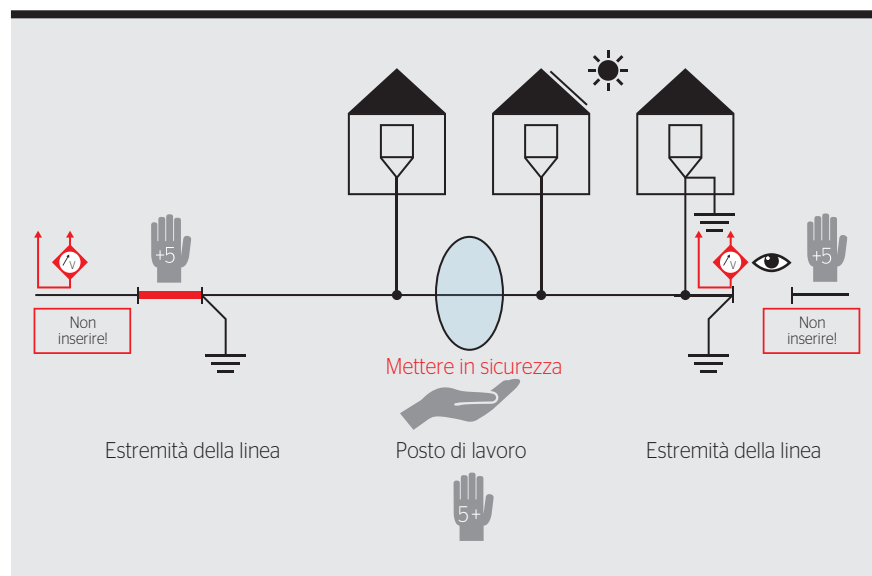

Figura 2 Lavorare a una condotta ad anello con manicotti.
- Qualora si tratti di una condotta ad anello e al cavo siano allacciati ulteriori consumatori, il tratto di linea deve essere disinserito e messo in sicurezza su entrambi i lati conformemente alle 5 regole di sicurezza (figura 2). Inoltre, il lavoro sul posto di lavoro deve essere preparato secondo le 5 regole vitali.